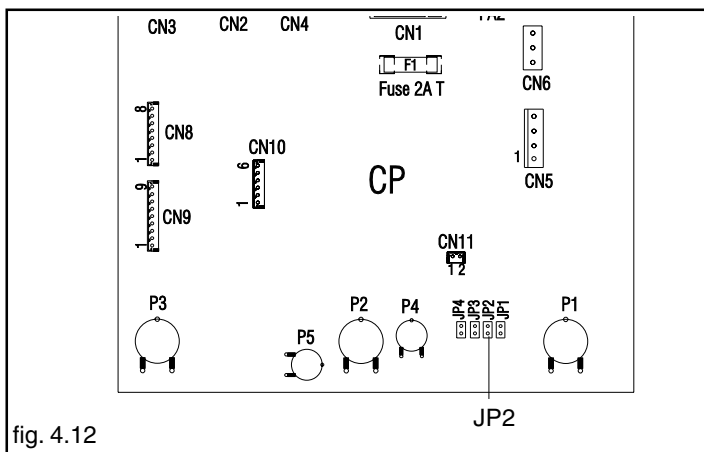

fig. 4.12
- Togliere se presente il jumper JP2 (fig. 4.12)